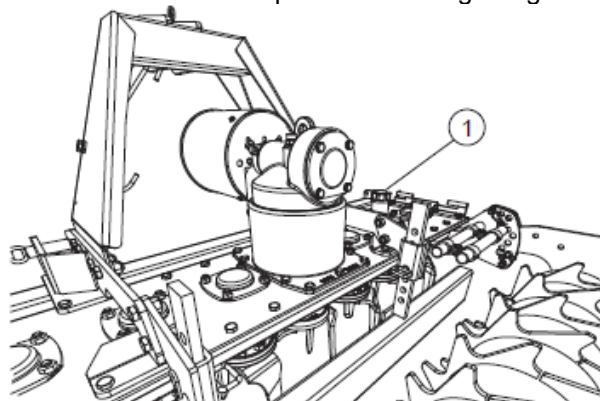

FIG. 27
Dévisser le bouchon de remplissage huile dans le lamier (1, "Fig. 27").
- Dévisser le bouchon remplissage huile ("Fig. 27").
- Visser le bouchon de vidange huile (3).